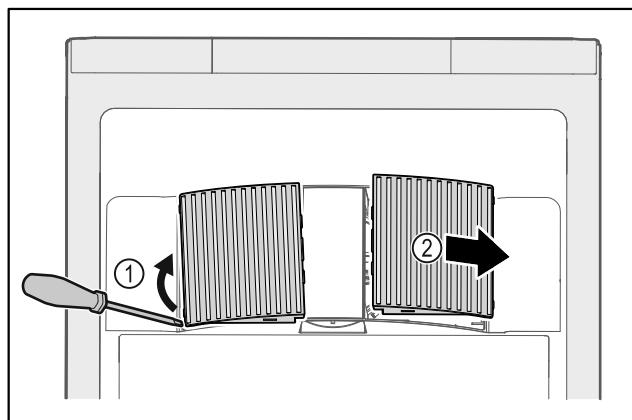

Fig. 34
- Кожух вентилятора обережно підважити зі сторони Fig. 34 (1) і витягнути рухом вперед Fig. 34 (2).